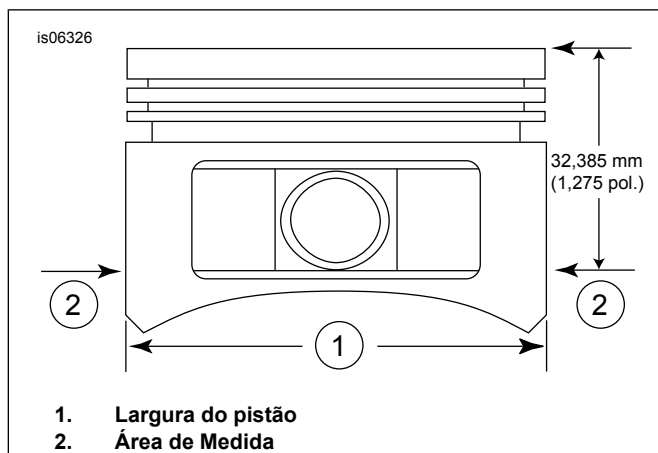

Figura 2. Medidas do pistão
- Veja Figura 2. Meça a largura do pistão (1), 90 graus horizontalmente dos dois lados do furo do pino do pistão e 32,385 mm (1,275 pol.) para baixo a partir da superfície da plataforma (parte superior) do pistão (2). Veja a Tabela 11 para o ajuste do pistão para o cilindro neste local.